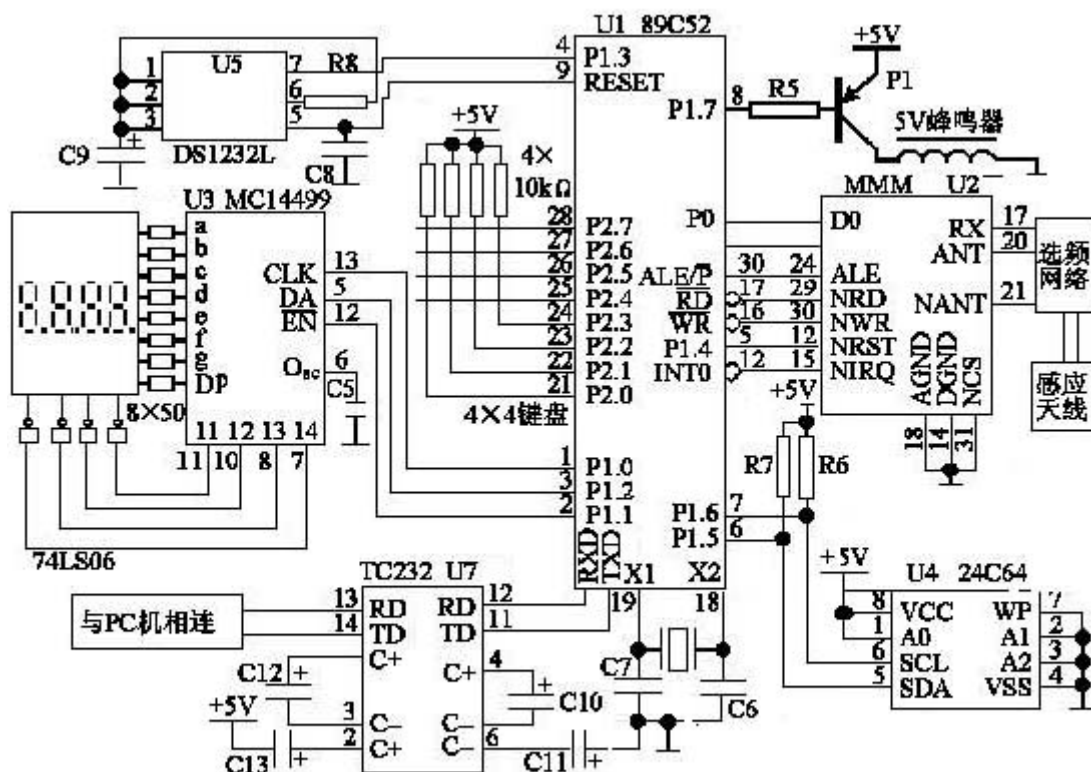

图1 公交非接触IC卡读写器电原理图
公交收费系统结构复杂，环节较多，因此，公交非接触IC卡的读写器至少应包括公交售车载机和公交制卡机三个读写器。除了售卡机要求有键盘外，其余的硬件组成大体相同。图1卡及其读写器硬件电路原理图，主要由MMM微模块、单片机、键盘、显示、存储器、天线和与PC机通信的TC232串行通信接口电路等部分组成。
根据图1, 在显示电路中, 用P1口的3根I/O口线 (P1.0、P1.1、P1.2) 分别提供时钟信号行数据 (DA) 和使能信号 (EN)。MC14499每一次可接收20位串行输入数据, 前4位用于控制数码点显示, 后16位是4个数码管的BCD码输入数据。在每帧数据传送之前, 必须将EN置0; 然后传据, 数据传送完后, 再将EN置1。显示程序如下:
24C64为I2C总线的E2PROM。SCL为400kHz时钟线, SDA为双向数据线, A2、A1、A0三位为I2C总线上最多可并联8个串行E2PROM芯片。对E2PROM的操作方式由读写控制命令字决定, 如图中“1010”为4位读写控制码, R/W为读写控制位: “0”为写操作, “1”为读操作。所以结合图1可制命令字, A3H为读控制命令字。
在读写器中，单片机与PC机之间的通信主要由TC232来实现TTL电平（0~5V）与RS232电平（0~10V）的转换（电路见图1），以完成售卡机保存的售卡记录的传送。通信格式设置为：采用奇校验，波特率为9600baud，1个起始位，8位数据位，1个停止位，采取和校验方式。读写器中，可采用C语言进行编程。C语言有功能丰富的库函数，运算速度快、编译效率高、可移植性好、性能强，便于改进和扩充（程序略）。